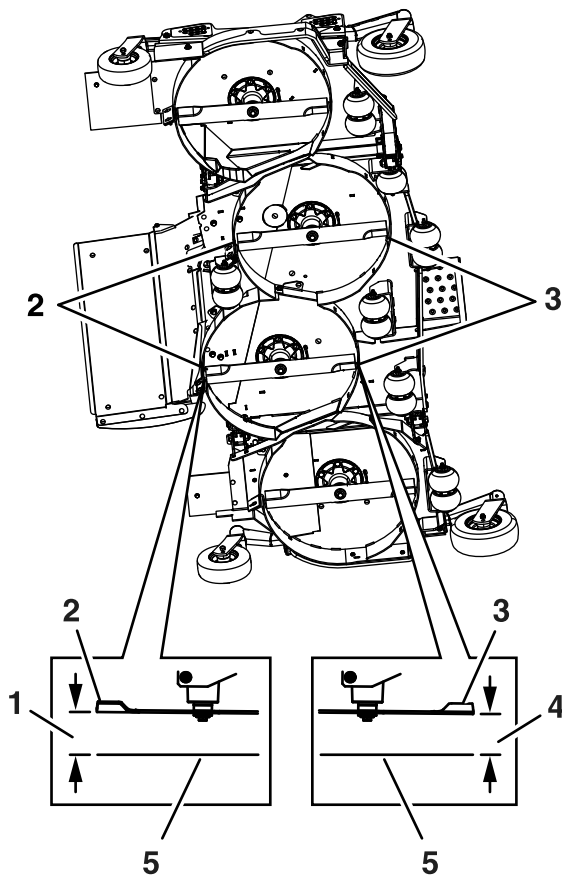

Figura 71
10. Mida desde la superficie nivelada hasta la punta delantera de las cuchillas derecha e izquierda de la carcasa central (Figura 71).